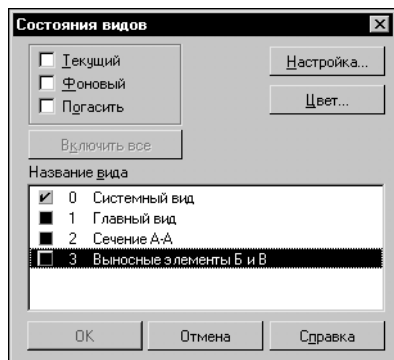

Рис. 16.17. Активизация видов
3. Выберите вид *Сечение А-А*. Выключите опцию **Фоновый** и нажмите кнопку **ОК** (рис. 16.17).